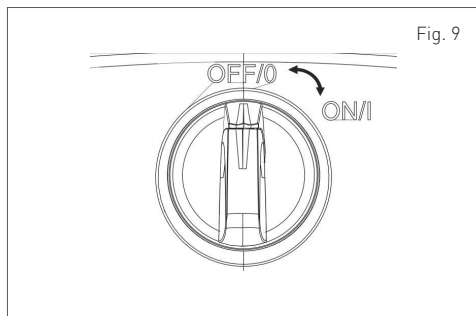

Fig. 9
(8) Ligue a máquina à eletricidade e à água.
- Ligue o interruptor ON/OFF (fig.9).